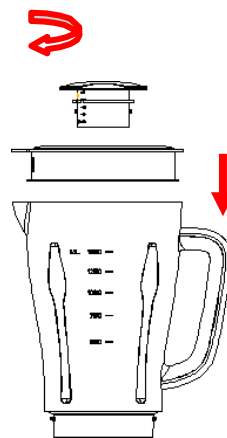

Рис. 4
2) Установите чашу в исходное положение. Оберните уплотнительное кольцо 1 вокруг дна крышки и поставьте крышку на чашу. Установите в крышку мерный колпачок, вставьте его в пазы крышки и зафиксируйте, повернув колпачок по часовой стрелке до упора (см. Рис. 4).